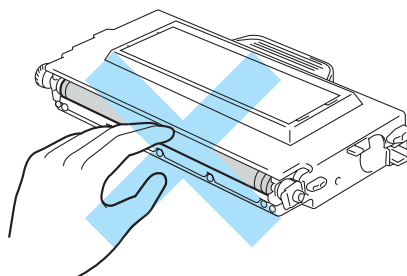

Figure 5-3
- Installez la cartouche de toner dans l'imprimante dès que vous la retirez de son emballage de protection. Pour ne pas compromettre la qualité d'impression, ne mettez pas les doigts sur les parties illustrées en gris sur la Figure 5-3.